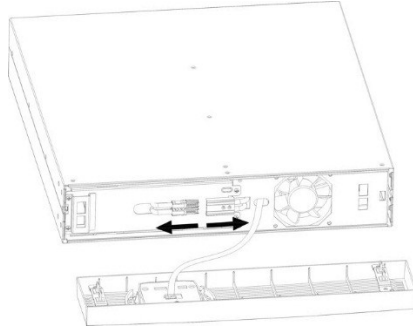

Figura 22: Separazione del collegamento a spina delle batterie
2. Separare il collegamento a spina delle batterie (cfr. Figura 22).